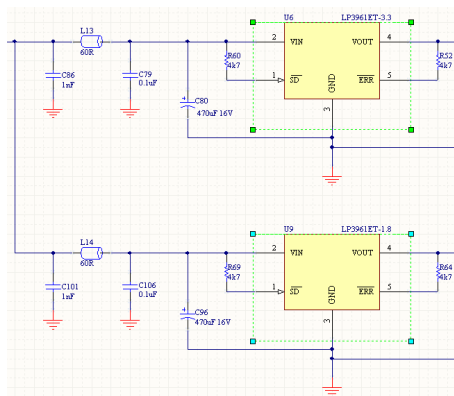

图 3.42 选择的元件
(1) 在工作区域选择所需要的图元对象，本例中选择如图 3.42 所示的电路图中的编号为“U6”和“U9”的元件。